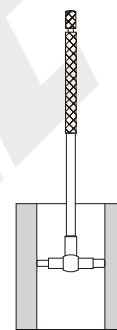
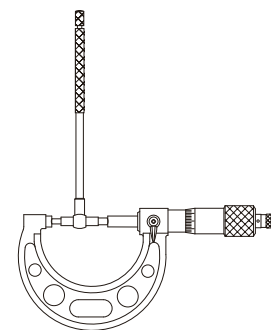

Fig.1
Fig.2
---Sélectionnez la taille appropriée de la jauge télescopique, tournez la vis de verrouillage dans le sens inverse des aiguilles d'une montre, appuyez sur la sonde pour rétracter le té, puis tournez la vis de verrouillage dans le sens des aiguilles d'une montre, introduisez la jauge télescopique dans le trou ou la fente à mesurer (Fig.1), tournez la vis de verrouillage dans le sens inverse des aiguilles d'une montre, la sonde télescopique touche la paroi du trou ou de la fente, puis tournez la vis de verrouillage dans le sens des aiguilles d'une montre, retirez la jauge, puis utilisez un pied à coulisse ou un micromètre pour mesurer les dimensions entre les surfaces de mesure de deux sondes télescopiques (Fig.2), c.-à-d. le trou. Diamètre intérieur ou largeur de la rainure